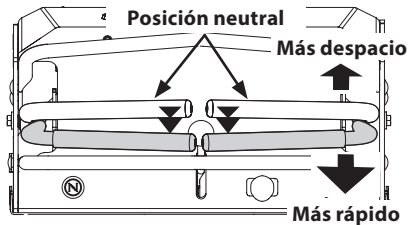

Figura 13
1. Mueva las dos palancas de control lenta y suavemente hacia atrás. La cortadora de césped comenzará a desplazarse hacia atrás (Figura 13).